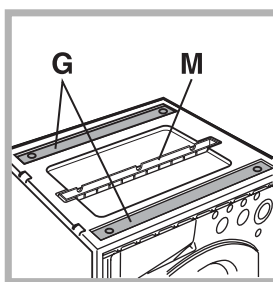

Fig. 10
Alloggiate nel coperchio di polistirolo (**fig. 10**) si trovano: 2 traverse (G); 1 listello (M)